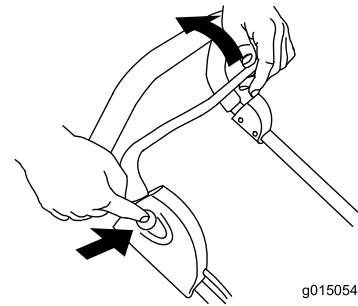

Bild 10
4. Ziehen Sie den Schaltbügel bei gedrückter Taste zum Bügel (Bild 10).